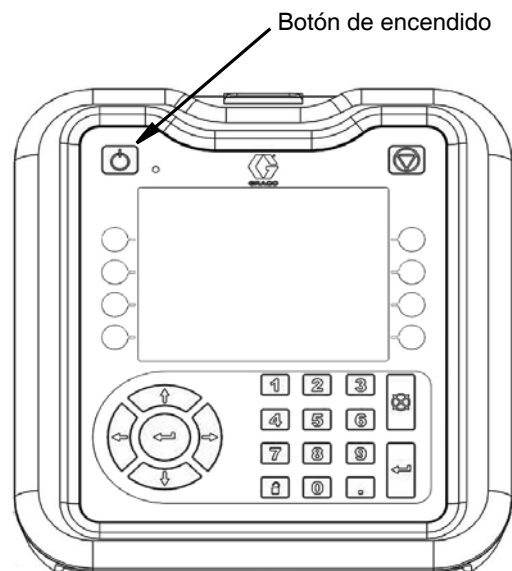

FIG. 24
11. Presione el botón de encendido superior izquierdo para activar el ADM Ver FIG. 24.